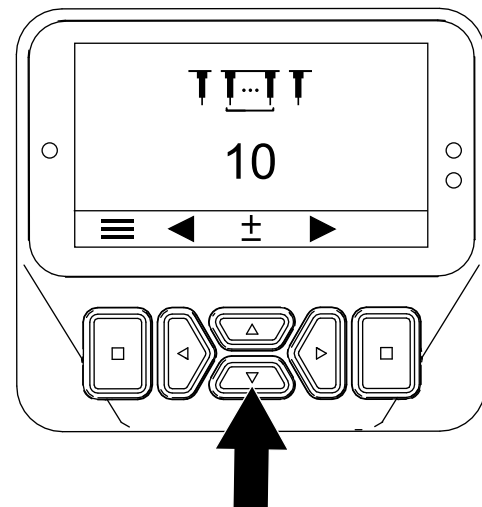

Figure 58
4. Réglez le nombre de louchets à l'aide des boutons vers le haut et le bas (Figure 58) comme suit :